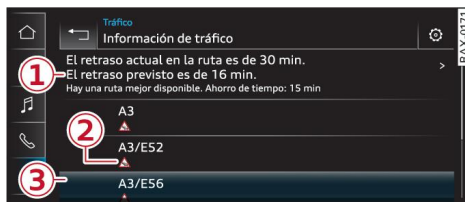

Fig. 143 Información de tráfico
El MMI le informa de que hay una notificación o una indicación en la información de tráfico ① ⇒ *pág. 228, fig. 143* relativa a una mejor ruta. Usted puede decidir qué ruta desea seguir utilizando.
- **Indicación en la información de tráfico:** pulse en el registro de la lista ① ⇒ *pág. 228, fig. 143*. Pulse en la ventana de información de la mejor ruta (p. ej. ② ⇒ *pág. 226, fig. 142*).
En las noticias de tráfico se muestran los lugares donde hay vehículos averiados, accidentes y zonas en las que hay peligro de derrapar ⇒ *pág. 228, fig. 143.*